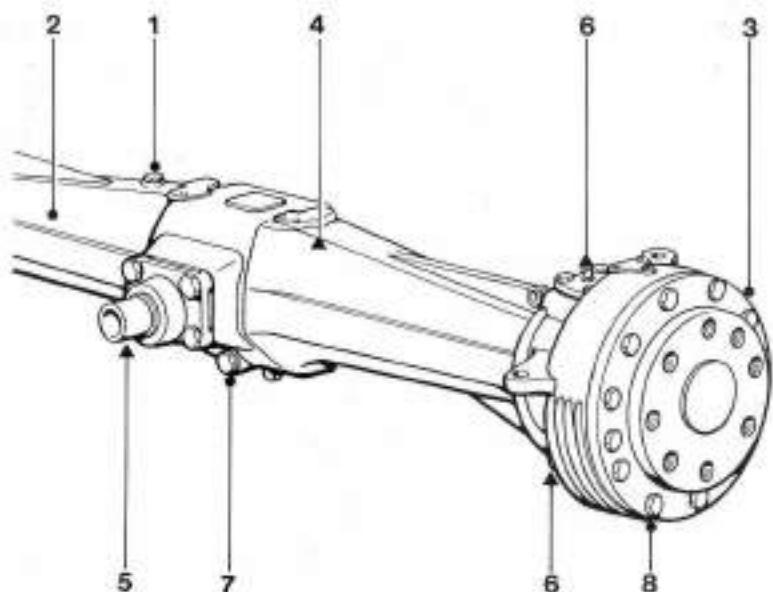

Fig. 32
**Toutes les 150 heures:** contrôle du niveau d'huile. Ce niveau doit atteindre le bord inférieur du trou (3 fig. 32).